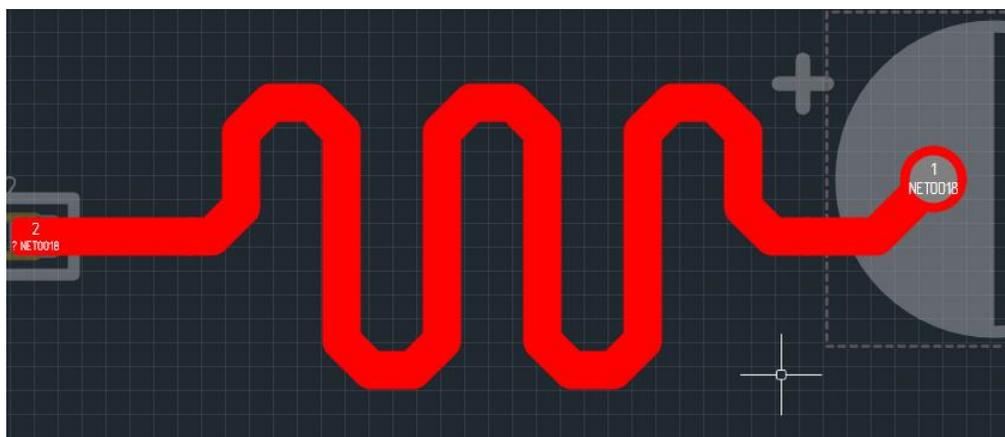

Рис. 272 Размещенный меандр
4. Зафиксируйте меандр, см. Рис. 272.